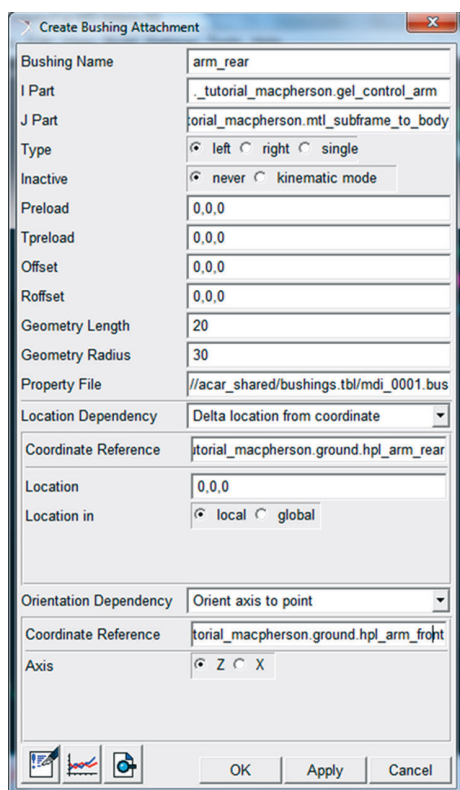

Figura 4.102 – Criação da primeira bucha.
- Preencha os campos da janela *Create Bushing Attachment*, como ilustrado na Figura 4.102. Note que essa bucha também é construída entre o *General Part* “gel\_control\_arm” e o *Mount* “mtl\_subframe\_to\_body”.